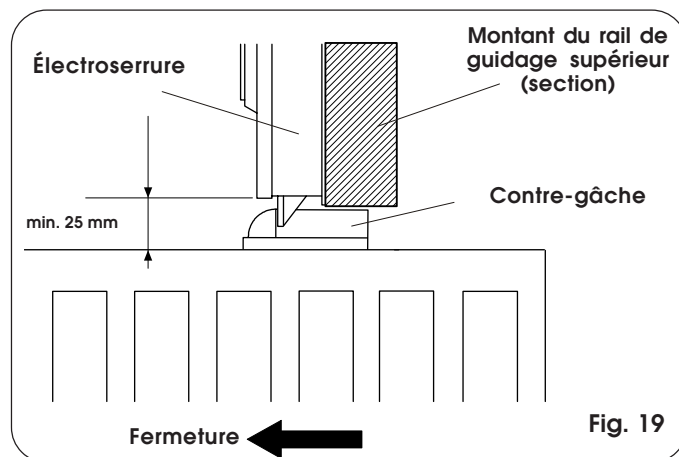

Fig. 19
- S'assurer que l'espace libre entre le bord inférieur du montant du rail de guidage et le bord supérieur du portail est suffisant pour la fixation de la contre-gâche et permet le fonctionnement correct du verrou (voir fig. 19).